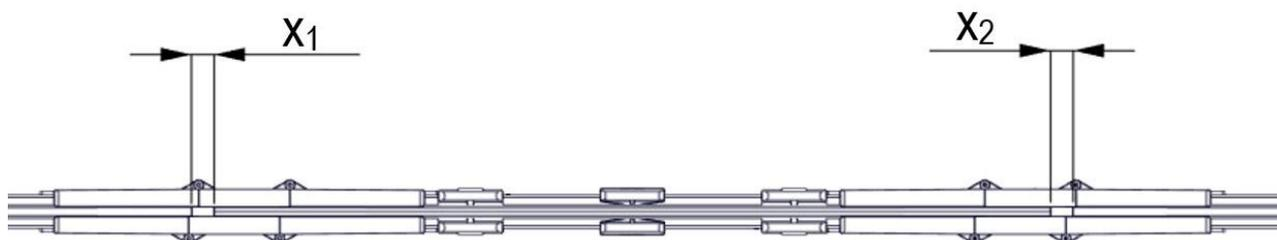
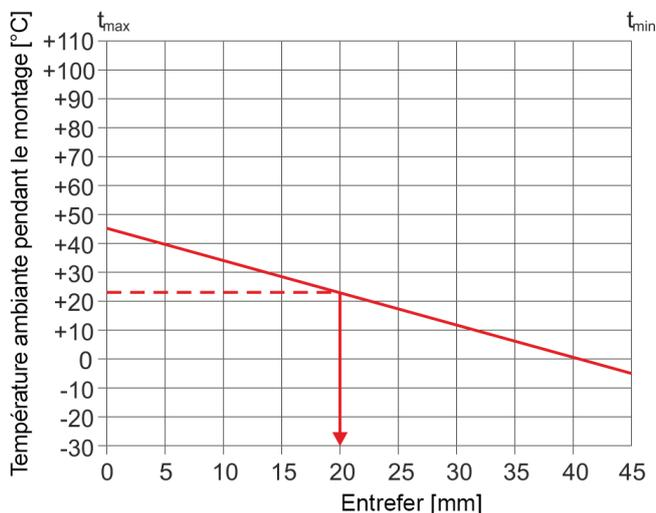

Fig. 89 : Espace de dilatation dans l'joint de dilatation
Fig. 90 : Déterminer la cote de l'entrefer
- La cote de l'entrefer dépend de la température ambiante lors du montage. Déterminer la cote de l'entrefer, obtenue à partir des dimensions x_1 et x_2 du joint de dilatation (voir Fig. 89), à l'aide du diagramme (voir Fig. 90 ou du modèle de diagramme au chapitre 12.2). Régler la cote déterminée par le bas. Il n'est pas nécessaire que la cote soit réglée de manière symétrique au niveau des joints de dilatation.